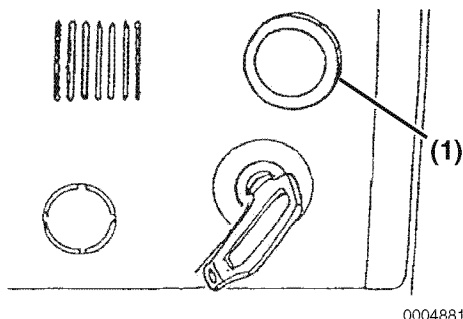

Figure 9
Appuyez sur le bouton d'arrêt (**Figure 9, (1)**) du tableau de bord et maintenez-le enfoncé pour arrêter le moteur. Lorsque vous appuyez sur le bouton d'arrêt, l'électrovanne des pompes d'injection de carburant coupe l'alimentation en carburant au moteur.